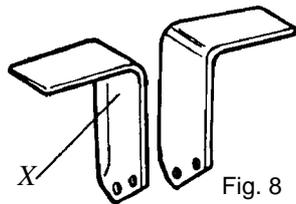

Fig. 8
En versión standard el modelo ST400 está equipado con CUCHILLAS HOWARD modelo P Universal (ref.9900/01). En la fig. 8 se muestran la mano izquierda (X) y la mano derecha.